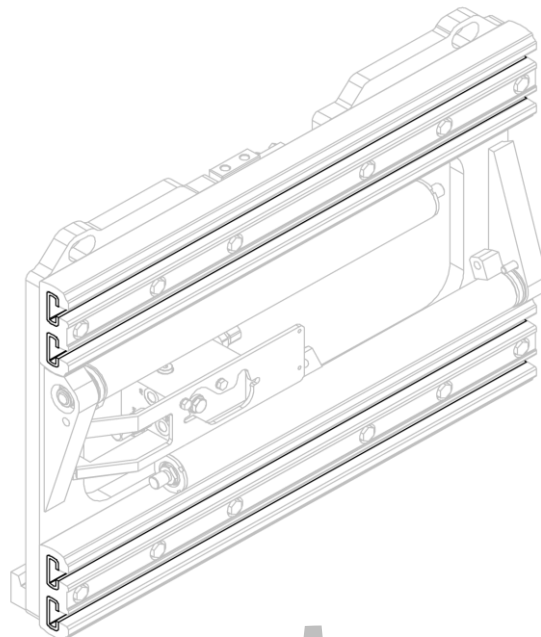
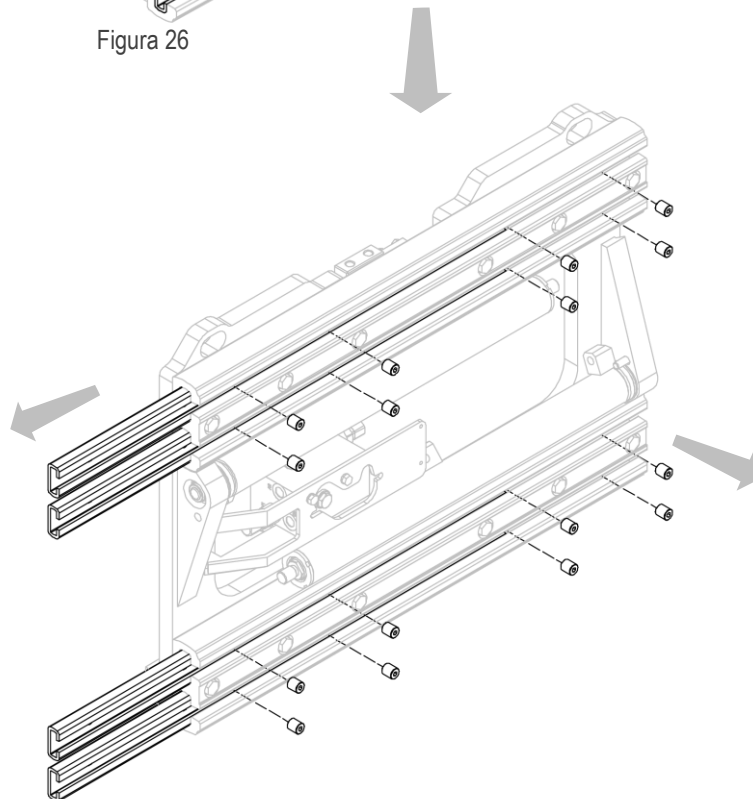

Figura 26
Figura 27
3. Rimuovere le boccole in nylon dopo aver svitato i relativi grani (vedi *Figura 26* e *Figura 27*).